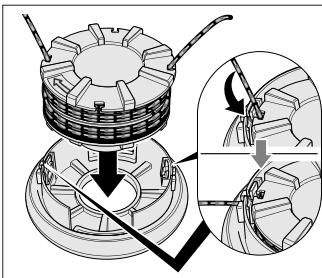

Fig. 16
- Encaixar a bobina na respectiva tampa e introduzir os terminais dos fios através das ranhuras opostas na tampa da bobina, [Fig. 16].
- Encaixar uma bobina nova na respectiva tampa, [Fig. 16] e introduzir os terminais dos fios através das ranhuras opostas na tampa da bobina.